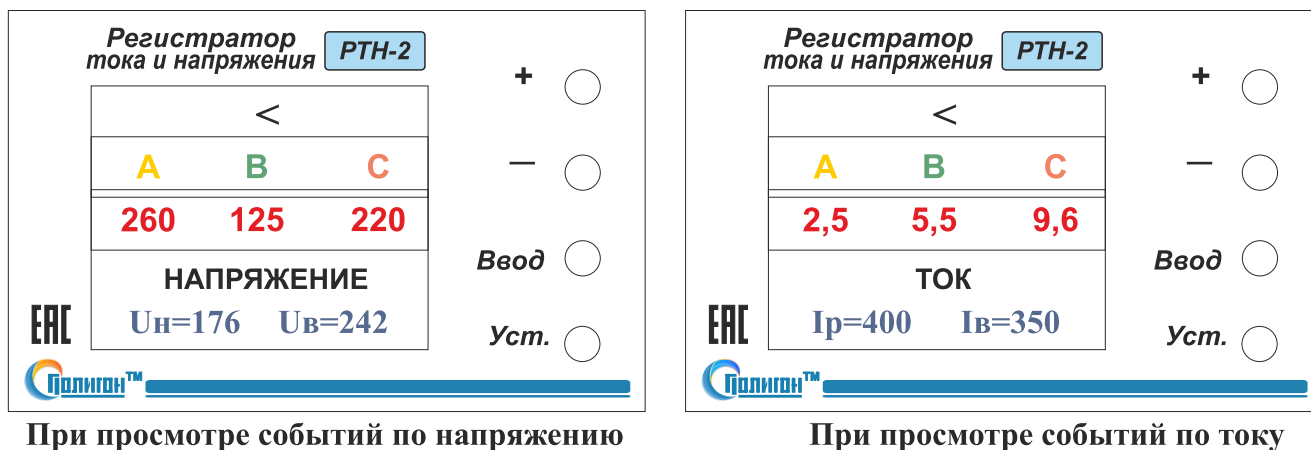

Рис.4
4.1.4. Если при просмотре событий необходимо посмотреть заданные значения порогов, то необходимо нажать кнопку «Уст.», при этом на индикаторе высветятся (рис.4): U_n - нижний порог напряжения; U_v - верхний порог напряжения; I_v - верхний порог тока перегрузки; I_p - первичный ток трансформатора тока.